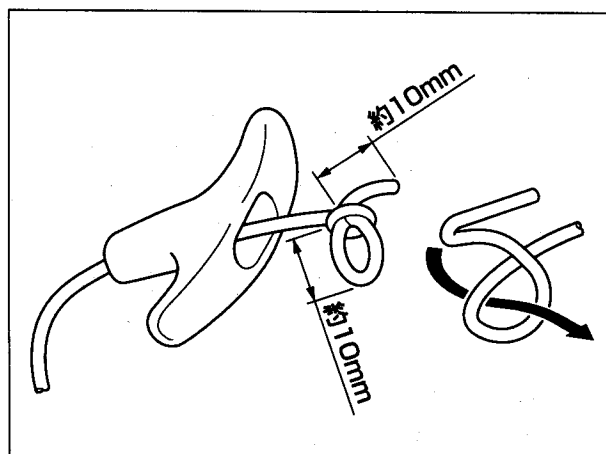

図3
- (1) 最初にスタータロープをスタータノブに通して図3の様に結んでください。